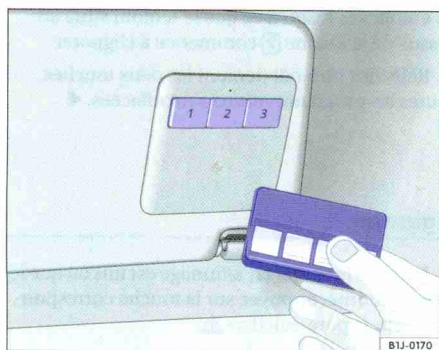

Fig. 31 Radiocommande et touches de la télécommande de porte de garage dans le pare-soleil.
- Maintenez la radiocommande du produit (par ex. la commande électrique d'une porte) à environ 0 à 30 cm des touches situées dans le pare-soleil ⇒ fig. 31. Si la distance est trop importante, la procédure doit éventuellement être répétée.